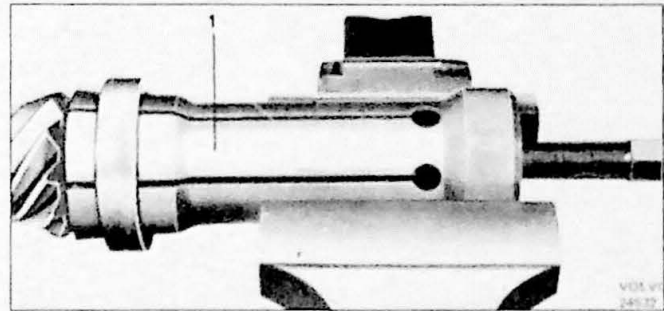

Fig. 9.18. Demontage van het achterste pignonlager. 1. trekker voor type 23 (SVO 2164), 27, 30 (SVO 2392), type 31 (SVO 2844)
11. Verwijder, indien nodig, het achterste lager van de pignon met trekker SVO 2164 voor achterassen van het type 23; SVO 2392 voor type 27 en 30; SVO 2844 voor type 31 (Fig. 9.18).